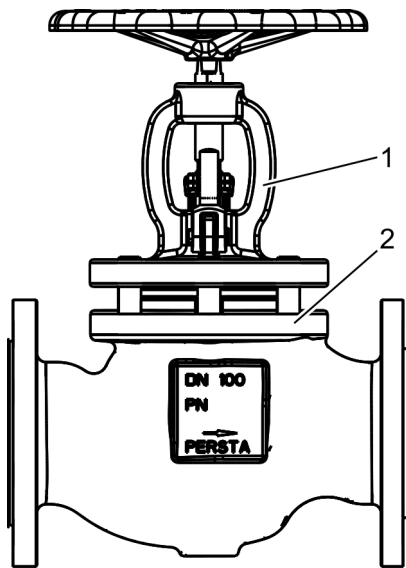

Abb. 20: Bügel aufstecken
33. ➤ Bügel aufsatz (Abb. 20/1) auf die Stiftschrauben am Gehäuse (Abb. 20/2) aufstecken.